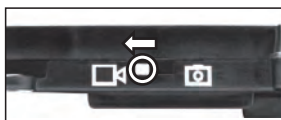
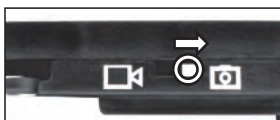

图 17
图 18
2. 当摄像头组件上的模式切换开关拨向摄像图标(如图17)，摄像头组件处于摄像模式，当按下摄像/拍照按键，摄像头组件的红色指示灯一直闪烁，表示正在进行摄像；当摄像头组件上的模式切换开关拨向拍照图标时(如图18)，摄像头组件处于照相模式，当按下摄像/拍照按键，摄像头组件进行照相。